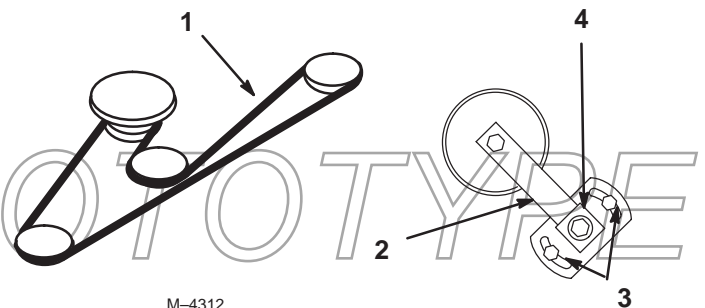

Figure 61
- Desserrez les deux écrous de fixation de la plaque du bras de tension et déplacez ce dernier pour détendre la courroie sur la poulie de tension. Déposez la courroie usée du plateau de coupe (Fig. 61).
- Installez une courroie neuve autour des poulies d'axe, du guide-courroie, de la poulie de tension et dans la gorge inférieure de poulie d'axe centrale (Fig. 61).